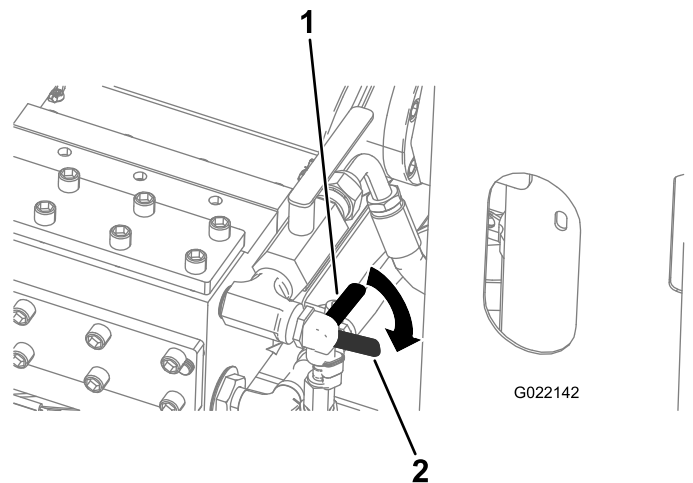

Bild 116
- A. Öffnen Sie das Frostschutzmittelventil an der Vorderseite der Bohrflüssigkeitspumpe (unteres Ventil), siehe Bild 116.
6. Schließen Sie das Ventil für Frostschutzmittel (Bild 116).